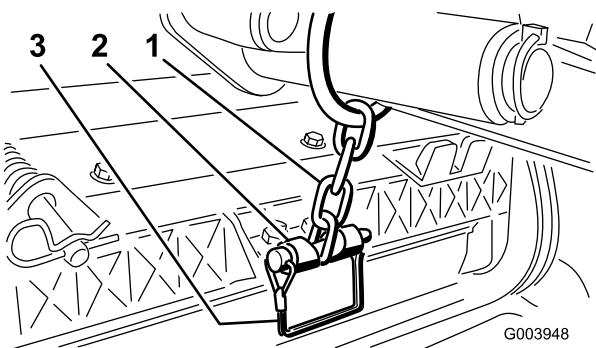

Figura 9
- 11. Prenda a corrente do braço de elevação ao suporte da corrente com o pino de encaixe (Figura 9).